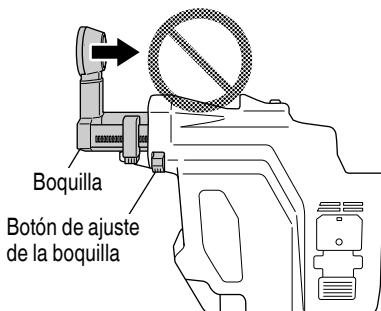

Fig. 22
- Al guardar el sistema extractor de polvo, presione el botón de ajuste de la boquilla para colocar la boquilla en la posición de extensión máxima. Mantener la boquilla contraída dentro del sistema extractor de polvo puede resultar en que su fuerza de presión se debilite. (Fig. 22)